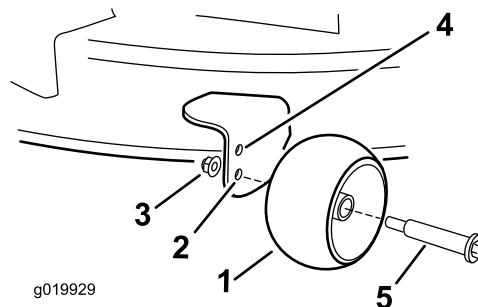

Figure 21
- Trous supérieur – utilisez cette position pour les hauteurs de coupe du tablier de coupe jusqu'à 63 mm (2-1/2 po) (Figure 21).
- Trous inférieur – utilisez cette position pour les hauteurs de coupe du tablier de coupe à partir de 76 mm (3 po) (Figure 21).